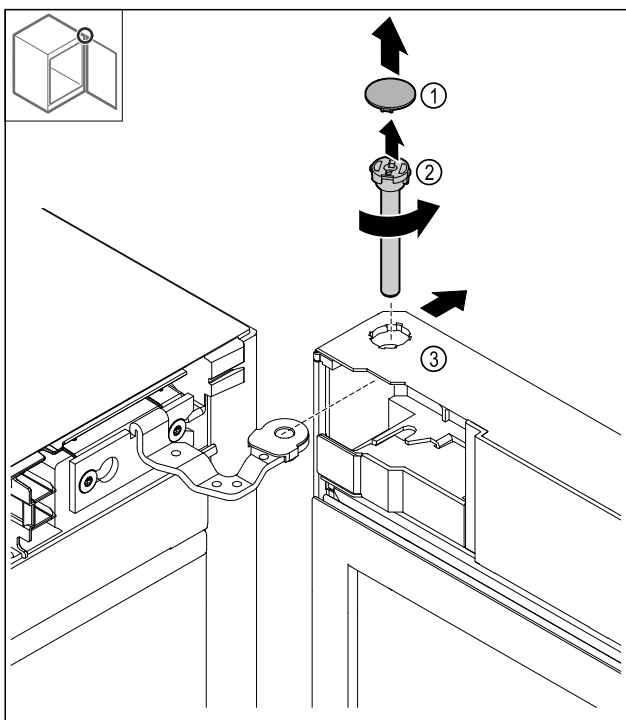

Fig. 9
- Afdekking Fig. 9 (1) wegnemen.
- Bouten Fig. 9 (2) linksom losdraaien en er uit trekken.
- Deur Fig. 9 (3) iets kantelen.